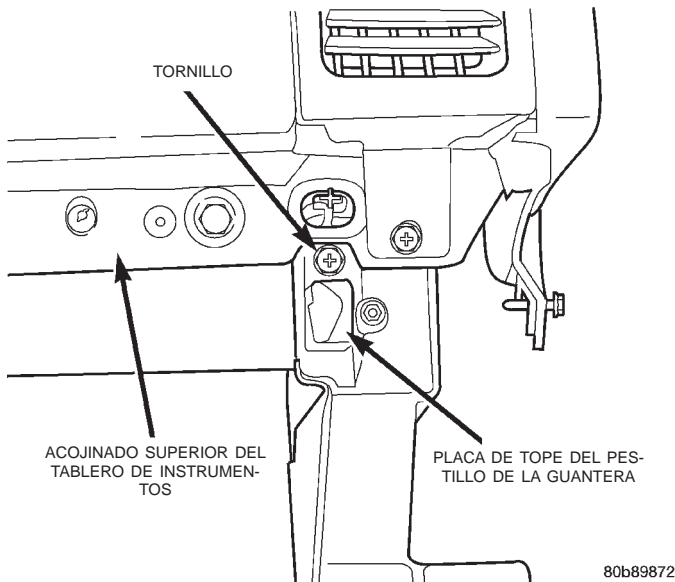

Fig. 25 Desmontaje e instalación de la placa de tope del pestillo de la guantera
(1) Desconecte y aisle el cable negativo de la batería.
(2) Si se repara la placa de tope del pestillo hacia adentro de la guantera, retire el marco central inferior derecho del tablero de instrumentos. Para informarse sobre los procedimientos, consulte **Marco central inferior derecho del tablero de instrumentos** en la sección Desmontaje e instalación de este grupo. Si se repara la placa de tope del pestillo hacia afuera de la guantera, retire el casquillo de extremo del tablero de instrumentos. Para informarse sobre los procedimientos, consulte **Casquillo de extremo del tablero de instrumentos** en la sección Desmontaje e instalación de este grupo.
(3) Retire el tornillo que fija la pestaña de instalación superior de la placa de tope del pestillo de la guantera al conducto estructural de tablero de instrumentos en cualquiera de los lados de la abertura de la guantera (Fig. 25).
(4) Tire hacia abajo la pestaña de instalación superior de la placa de tope del pestillo de la guantera para desenganchar el gancho en el extremo de la placa de tope del orificio de instalación del conducto estructural de tablero de instrumentos.
(5) Retire la placa de tope del pestillo de la guantera del tablero de instrumentos.